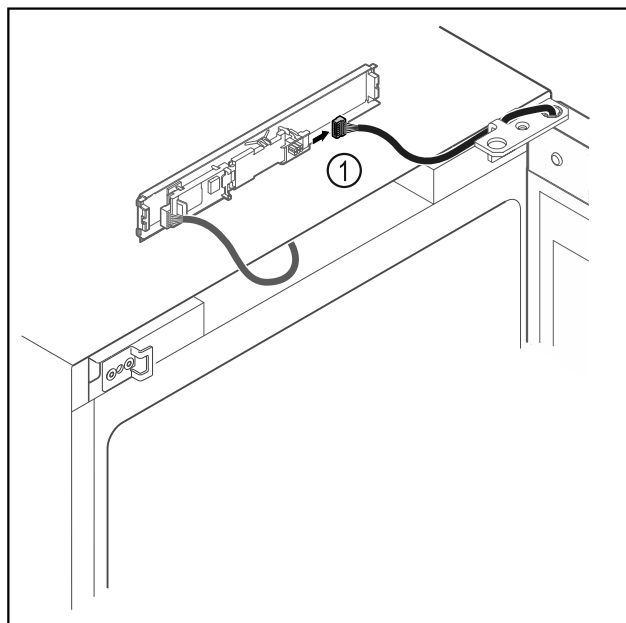

Fig. 16
► Wtyczkę Fig. 16 (1) należy odłączyć od płytki drukowanej.